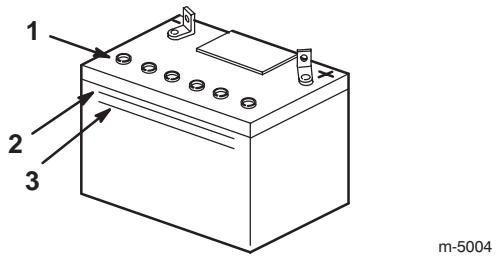

Figure 19
2. Observez le côté de la batterie. Le niveau de l'électrolyte doit atteindre le trait supérieur (Fig. 19).
**Remarque :** Ne laissez pas l'électrolyte descendre en dessous du trait inférieur (Fig. 19).
3. Enlevez les bouchons d'aération de la batterie (Fig. 19).
4. Versez de l'eau distillée avec précaution dans chaque élément jusqu'au repère supérieur (Fig. 19) sur le côté de la batterie.
5. Attendez 5 à 10 minutes après avoir rempli les éléments. Ajoutez de l'eau distillée au besoin, pour amener le niveau au repère supérieur (Fig. 19) sur le côté de la batterie.